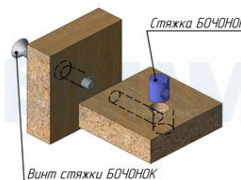
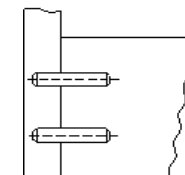

рис.2
рис.3
3. Соединить царги поз.3 со спинками головной и ножной с помощью шкантов поз.13 (рис.3), винтов М6х60 поз.10 и стяжек поз.12 (рис.2).